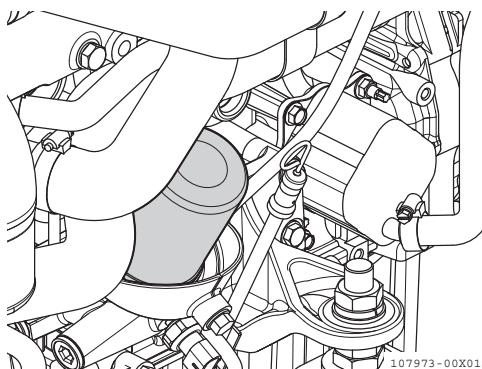

Figura 2
- Rimuovere il filtro dell'olio motore (**Figura 2**) con una chiave per filtro (ruotare in senso antiorario).